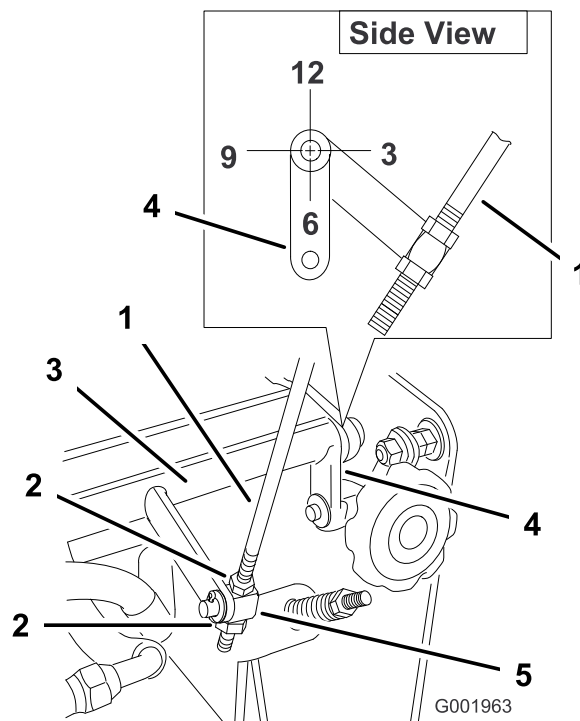

Figure 44
4. Vérifiez l'orientation des languettes aux extrémités de la manivelle de commande de vitesse. Ces languettes doivent être dirigées vers le bas, à la position 6 heures approximativement (Figure 44).
5. Si un réglage est nécessaire, desserrez les écrous de chaque côté du pivot sur la tige de commande de vitesse (Figure 44).
6. Réglez le pivot jusqu'à ce que les languettes soit positionnées à 6 heures (Figure 44).
7. Serrez les écrous de chaque côté du pivot (Figure 44).
10. Le cas échéant, réglez le pivot sur la tige de commande de vitesse au centre de la course du levier (Figure 44).